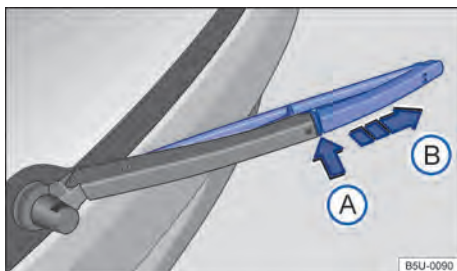

Fig. 179 Substituir a palheta do limpador do vidro traseiro.
- Manter o botão de destravamento → Fig. 179 ① pressionado.
- Retirar a palheta do limpador do vidro traseiro no sentido da seta ②.